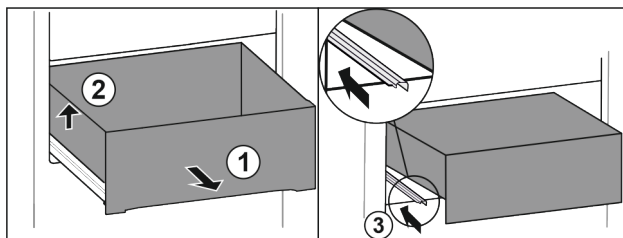

Fig. 15
- ▶ Wysunąć szufladę do oporu. Fig. 15 (1)
- ▶ Unieść szufladę po lewej. Fig. 15 (2)
- ▶ Wsunąć lewą szynę. Fig. 15 (3)